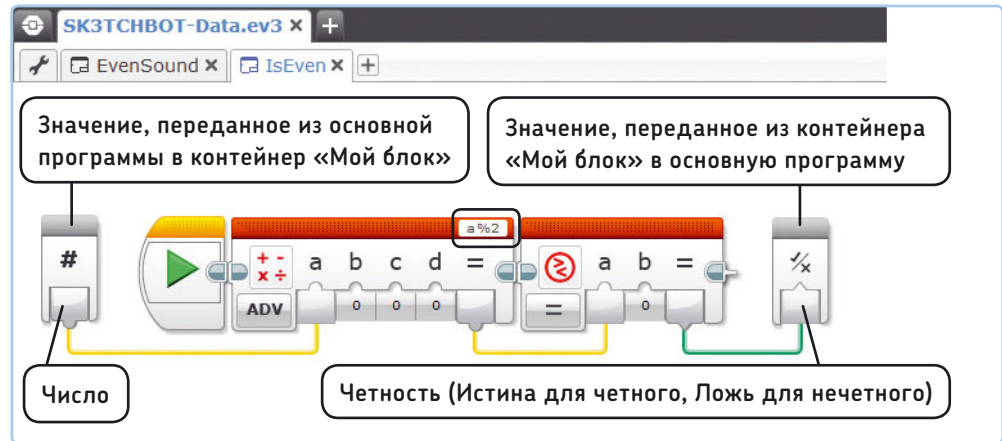

Рис. 15.30. Настройка блоков в контейнере IsEven
4. Теперь завершите работу с контейнером «Мой блок», настроив оба блока и подключив шины данных, как показано на рис. 15.30. В блоке **Математика** (Math) используется оператор деления по модулю (%), который вычисляет остаток от деления двух чисел. В этом примере он сообщает остаток от деления входного значения **a** на 2. Четные числа делятся на 2, поэтому остаток будет равен 0, и блок **Сравнение** (Compare) выдаст значение **Истина** (True). Для нечетных чисел остаток не будет равен 0, поэтому блок **Сравнение** (Compare) выдаст значение **Ложь** (False). Например, выражение $7/2$ даст в остатке 1, и блок **Сравнение** (Compare) выдаст значение **Ложь** (False), сообщаящее, что на ввод передано нечетное число.